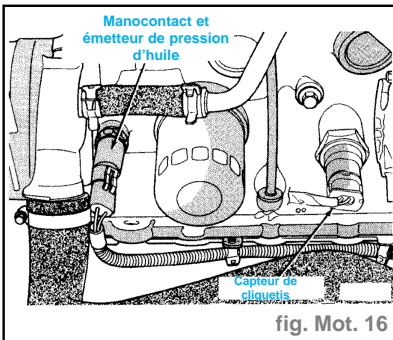

fig. Mot. 16
- vérifier la connexion électrique de l'émetteur de pression d'huile (fig. Mot. 16),
- vérifier que le connecteur électrique du capteur de cliquetis est complètement engagé et n'est pas endommagé (fig. Mot. 16),